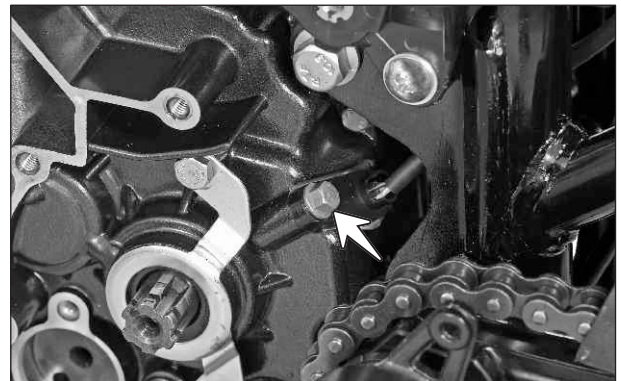

Fig. 3.121
- Retire el tornillo hexagonal (M6x16) del sensor de velocidad. (Fig. 3.121)